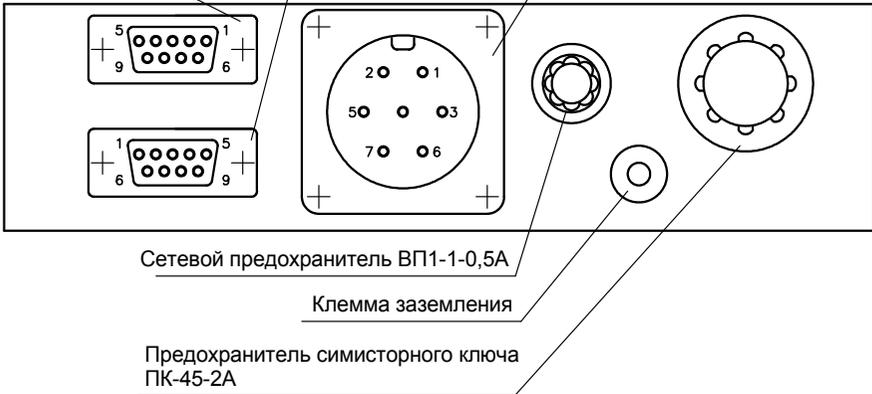

Рисунок 2
5.3 В нижней части устройства находится панель, на которой расположены разъемы для подключения питания устройства и симисторного ключа, датчиков тока и кнопки ПУСК и СТОП, предохранители, клемма заземления. Схема расположения элементов на панели и распределение сигналов по контактам разъемов приведены на рис.2.